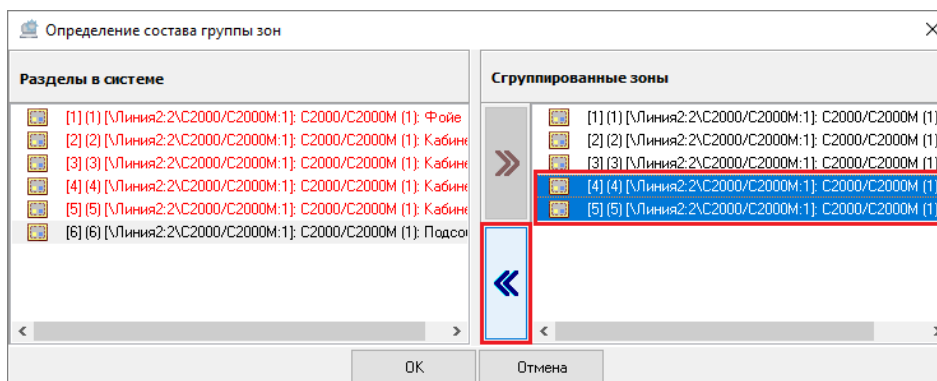

Рисунок 6-284 Отмена привязки аппаратной зоны к аппаратной группе зон
- выделите одну или несколько аппаратных зон в поле «Сгруппированные зоны» (для выделения сразу нескольких аппаратных зон нажмите и удерживайте клавиатуру клавишу <Shift> для выбора диапазона или клавишу <Ctrl> для комбинированного выбора) и нажмите кнопку переноса  (см. Рисунок 6-284);